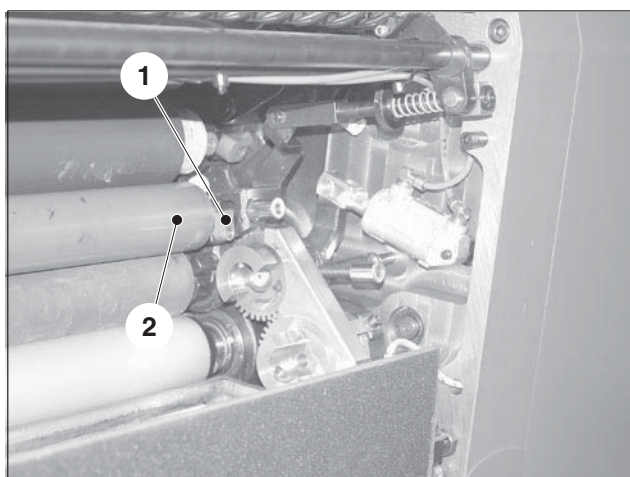

図 11 中間ローラ 13
1. 操作側および駆動側のローラロック（図 11/1）を開きます。
2. 中間ローラ（図 11/2）を取り出します。